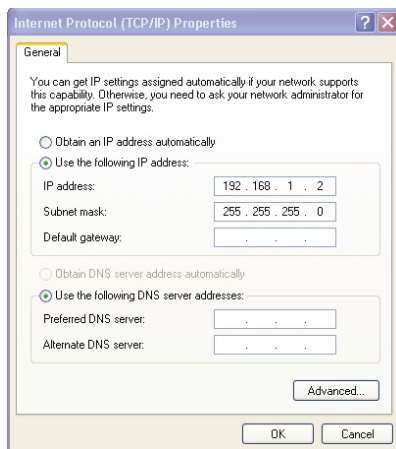

Рис. 5. Окно свойств интернет-протокола (TCP/IP)
6. Выберите Use the following IP Address (Использовать следующий сетевой адрес) и заполните поля в соответствии с рис. 5. Можно использовать любой IP-адрес в диапазоне от 192.168.1.1 до 192.168.1.255 (за исключением 192.168.1.39), выбор адреса осуществляется системным администратором.